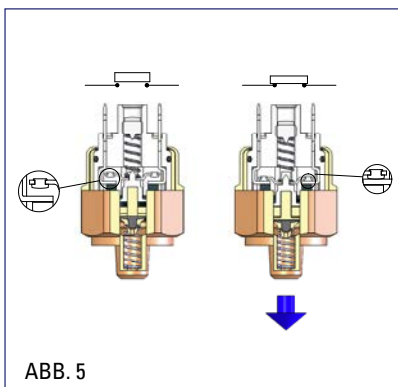

ABB. 5
- Die Darstellung in Abb. 2 (Abb. 5 für Vakuum) zeigt einen Druckschalter mit Kontakten, die in Abwesenheit von Druck NORMALERWEISE GESCHLOSSEN (NC) sind. Wir sehen also, dass in Abwesenheit von Druck die Kontakte geschlossen sind und dass das Signal an den Außenkontakten vorhanden ist.
- The diagram of Fig. 2 (Fig. 5 for vacuum) shows a pressure switch with NORMALLY CLOSED (NC) contacts in the absence of pressure. We can see that the contacts are closed and the signal is present on the external contacts. When the pressure setting is reached, the electrical contact rises and interrupts the signal.